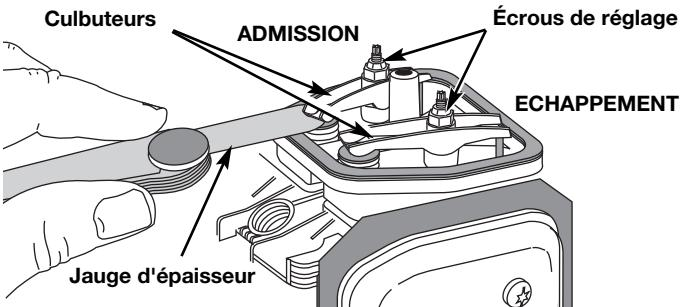

Fig. 37
- Glissez la jauge d'épaisseur entre le culbuteur et le ressort de rappel de la soupape. Mesurez le jeu entre la tige de soupape et le culbuteur (Fig. 37). Faites-le pour les soupapes d'admission et d'échappement.